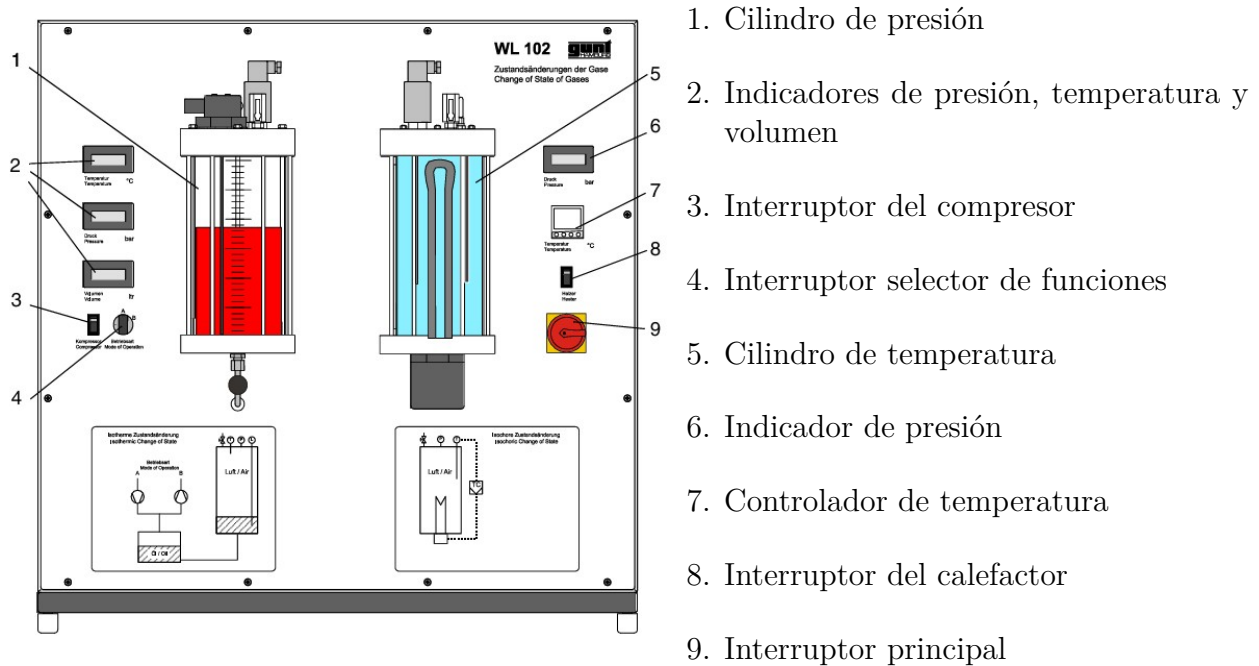

Figura 1: Equipo GUNT WL102
- **Resultados** (máximo dos páginas): Presentar tablas y gráficos a partir de los datos proporcionados, con títulos y descripciones breves (ej: "Figura 1. Efecto del pH en la actividad enzimática"). Evitar usar información redundante. Se debe ser consistente con el uso de cifras significativas y unidades de magnitud.